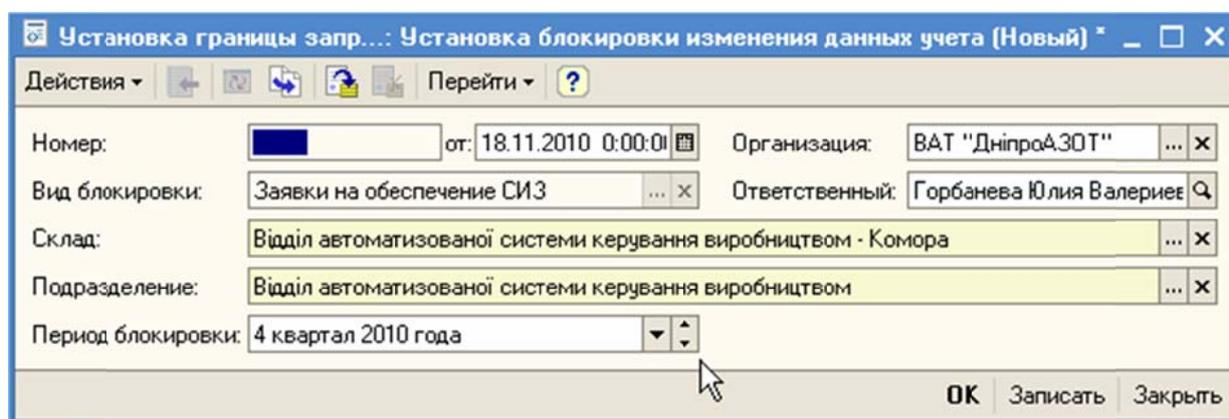

Рисунок 125 – Новый документ «Установка блокировки изменения данных учета»
3. Создать новый документ «Установка блокировки изменения данных учета» (Рисунок 125).